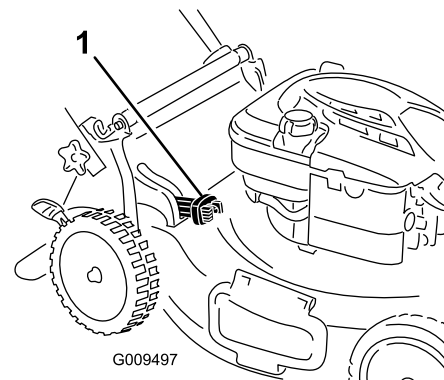

Figura 19
- **Para ensacar los recortes de hierba y hojas**, presione el botón de la palanca de ensacado a demanda y mueva la palanca hacia delante hasta que salte el botón de la palanca (Figura 19).
Nota: Si la bolsa de recogida está instalada en la máquina, retírela antes de proceder a la descarga lateral de los recortes; consulte Retirada de la bolsa de recogida \(página 13\). La palanca de ensacado a demanda debe estar en la posición de ENSACADO, como se muestra en la Figura 19.